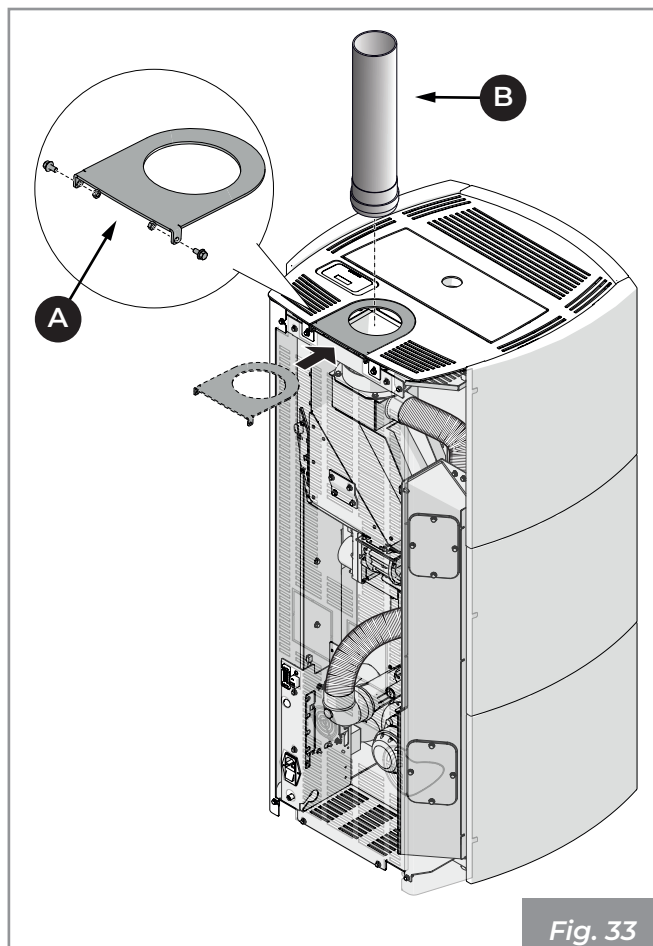

Fig. 33
- Raccorder le tube d'évacuation des fumées **(B)** (**Fig. 33**)